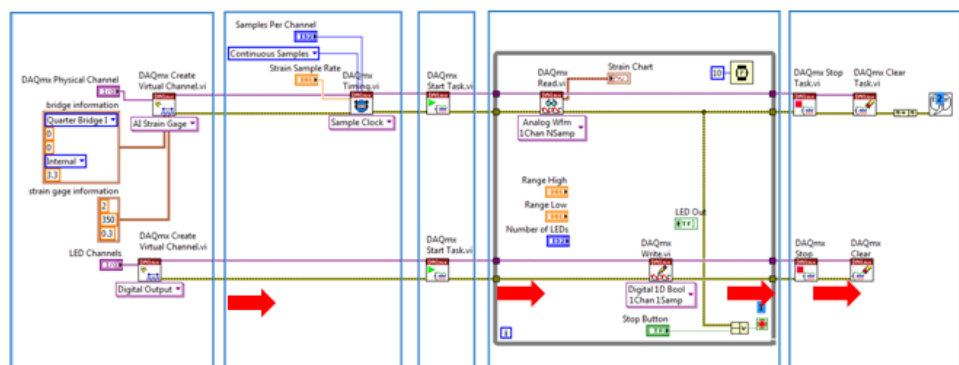

Figura 30. Conectar os fios de erro e tarefa determina o fluxo do código.
15. Conecte os fios de erro e tarefa em cada um dos VIs DAQmx, como na figura 30.